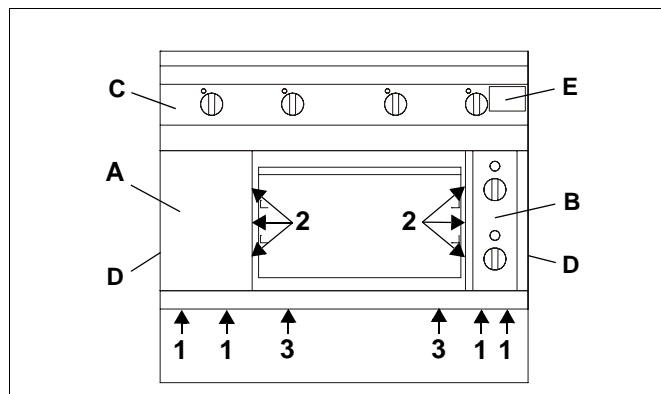
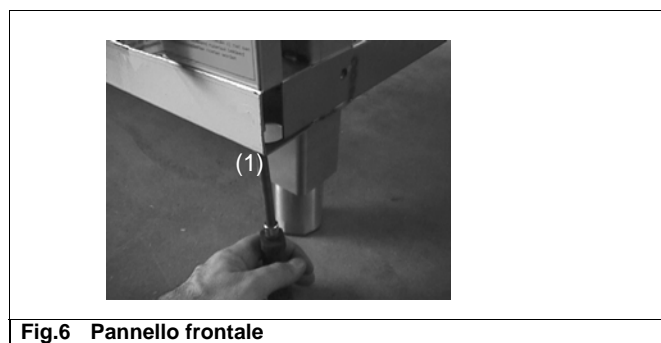

Fig.5 Vista totale
Fig.6 Pannello frontale
La targhetta caratteristiche (E) è applicata all'interno e all'esterno del lato destro del pannello comandi (C) (Seite 26 Fig.5).
- ⇒ Svitare le viti (1 / Fig.5, Fig.6). Nel caso di forni a incasso, svitare anche le viti (2 / Fig.5) della parete interna del forno.
2.2 PANNELLO COMANDI (C)